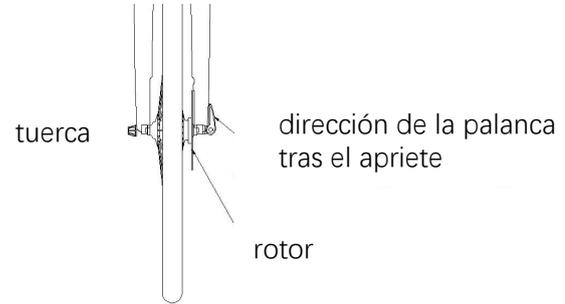

Figura 4.
3. Apriete la palanca de liberación rápida en el sentido de las agujas del reloj. Ajuste la dirección de la palanca de liberación rápida a la posición que se muestra en la Figura 4.